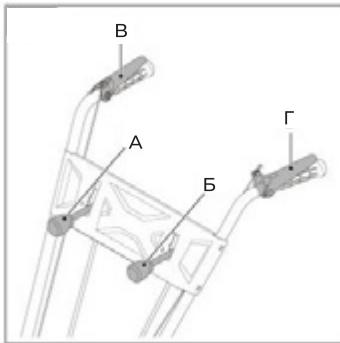

Рис. 9
Направление движения щетки регулируется рычагом (рис. 9,поз Б), который позволяет повернуть щетку в необходимом направлении. Переместите рычаг вперед или назад в одно из 3-х доступных положений, чтобы наклонить щетку.
- Поверните регулятор направления щетки (рис. 9,поз Б) в необходимое положение.
- Нажмите на рычаг управления щеткой (рис. 9,поз В)
- Нажмите на рычаг управления движением (рис. 9,поз Г)